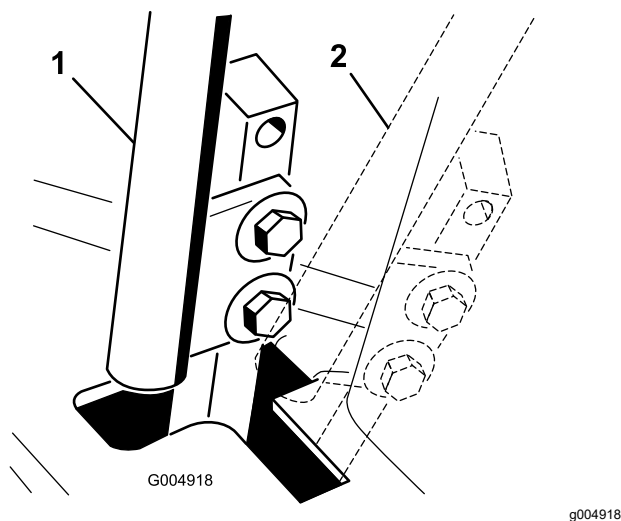

Figura 49
4. Mueva la palanca de control a la posición de PUNTO MUERTO, pero **no a la posición de bloqueo** (Figura 49).
6. Compruebe la posición de la palanca de control con relación a la muesca de la consola (Figura 49).